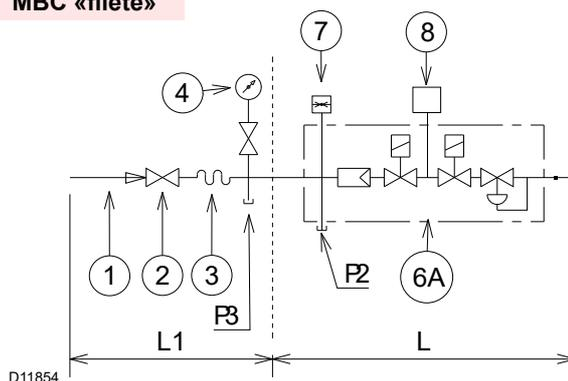
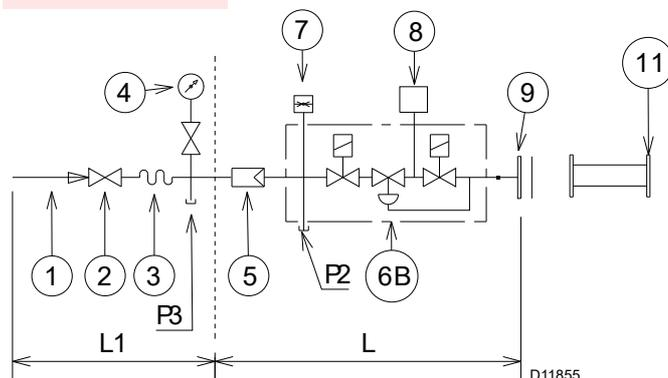
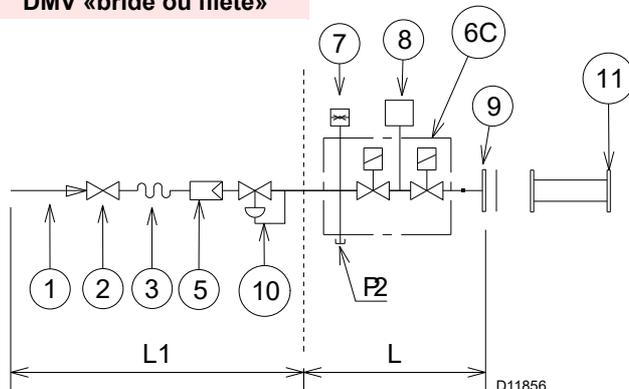
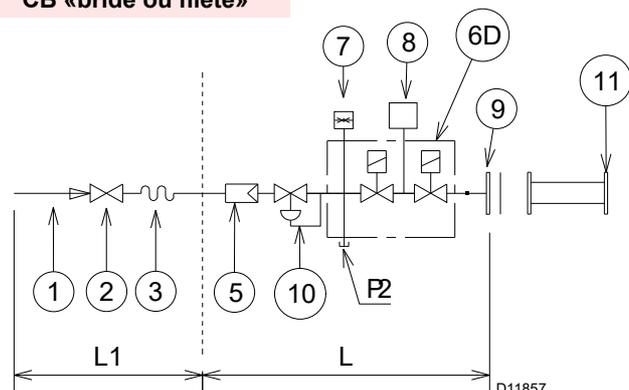

Fig. 22
Fig. 23
Fig. 24
Fig. 25
Légende (Fig. 22 - Fig. 23 - Fig. 24 - Fig. 25)
Pression gaz mesurée à la prise P1)(Fig. 25), avec:
- Soustraire de la pression du gaz à la prise P1) (Fig. 25) la pression de la chambre de combustion.
Pression de gaz à la prise P1)(Fig. 25) = 58,1 mbar
Pour connaître la pression de gaz nécessaire sur la prise P1)(Fig. 25), une fois établie la puissance MAX. à laquelle on veut faire fonctionner le brûleur:
- Lire sur la droite, colonne 1, la pression à la prise P1)(Fig. 25).
Pression nécessaire à la prise P1)(Fig. 25).